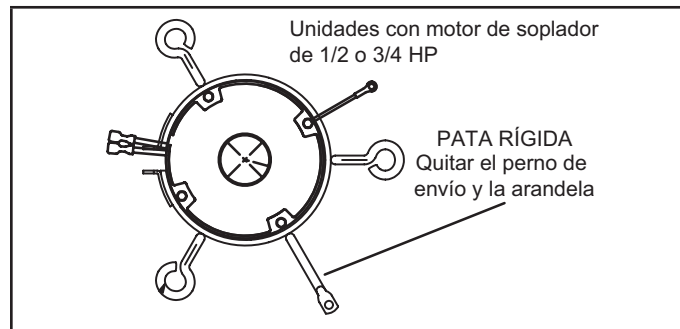

Figura 11
**NOTA** - Las unidades con motores de soplores de 1/2 y 3/4 HP están equipadas con tres patas flexibles y una pata rígida. Ver la Figura 11. La pata rígida está equipada con un perno de envío y una arandela plana de plástico blanca (en vez de la arandela de montaje de caucho utilizada con una pata de montaje flexible). **Se debe quitar el perno y la arandela antes de poner el calentador en funcionamiento.** Después de haber quitado el perno y la arandela, la pata rígida no tocará el alojamiento del soplador.